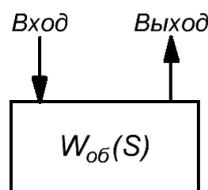

Рис.4.2 Модель объекта регулирования.
1. Реализовать модель объекта регулирования и снять её характеристики (рис.4.2).